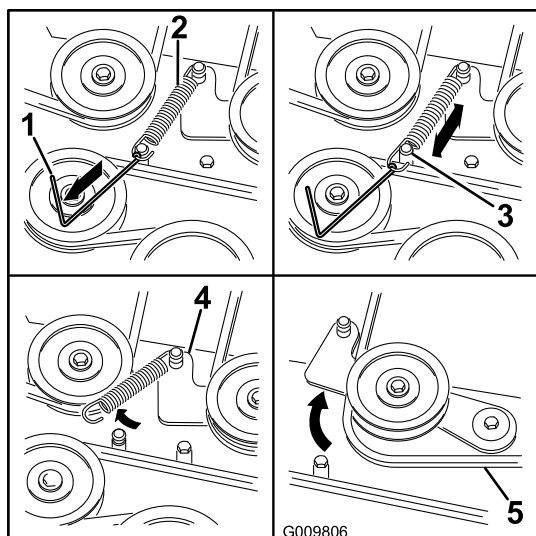

Figura 74
7. Servendovi di un attrezzo per la rimozione delle molle (n. cat. Toro 92-5771), sganciate la molla di rinvio dal perno del piatto di taglio per eliminare la tensione dalla puleggia tendicinghia (Figura 74).
10. Montate la nuova cinghia attorno alle pulegge del tosaerba e alla puleggia della frizione, sotto il motore (Figura 74).
11. Servendovi di un attrezzo per la rimozione delle molle (n. cat. Toro 92-5771), agganciate la molla di rinvio al perno del piatto di taglio per mettere in tensione la puleggia tendicinghia e la cinghia (Figura 74).